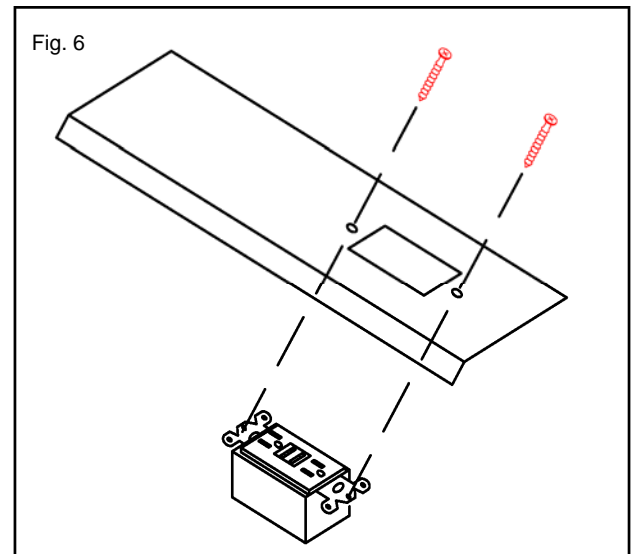

Fig. 6
13. Use los dos tornillos de montaje de 22,2 mm (7/8") de largo para instalar el receptáculo en la cubierta de la caja de cableado como se indica (Fig. 6).